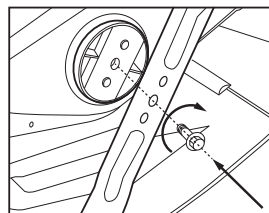

рис. 14
5. Закрепите новый нож болтом, подложив под него шайбу. Необходимо обратить внимание на то, чтобы нож был правильно ориентирован (рис. 14).